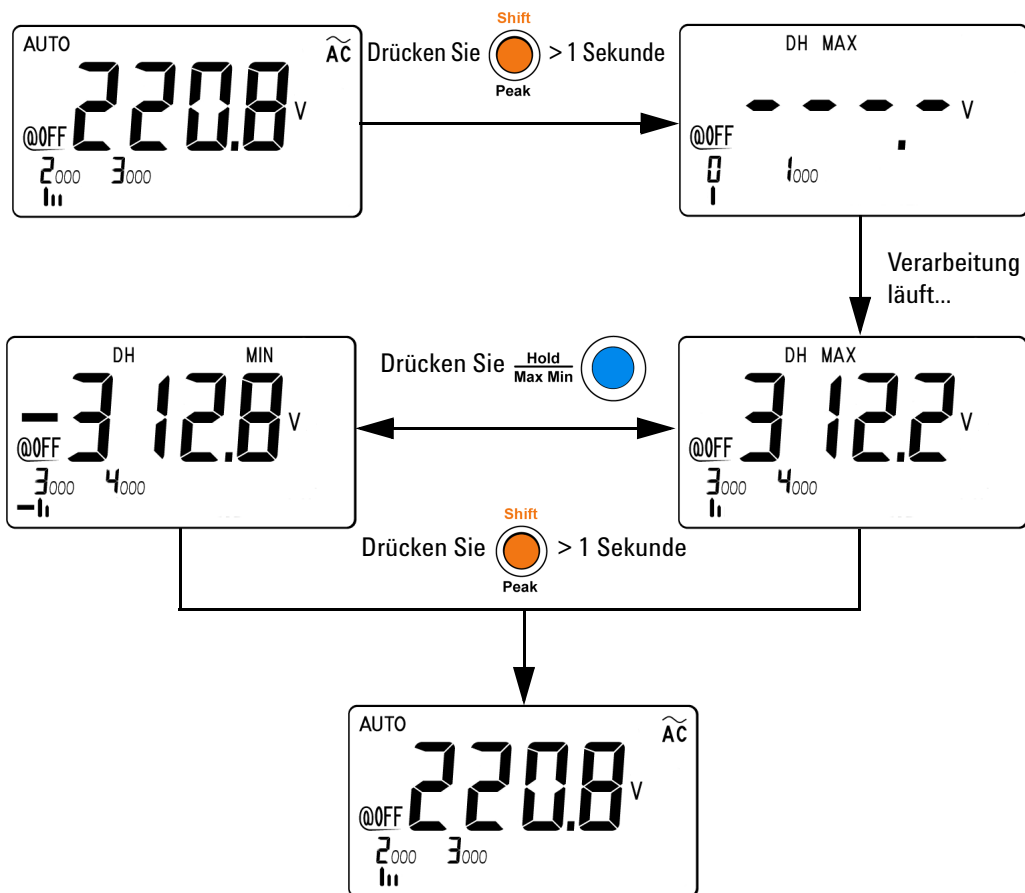

Abbildung 3-4 1-ms-Spitzenwert-Haltemodus
- 4 In dem in Abbildung 3-4 auf Seite 42 gezeigten Messbeispiel beträgt der Scheitelfaktor $312,2/220,8 = 1,414$.